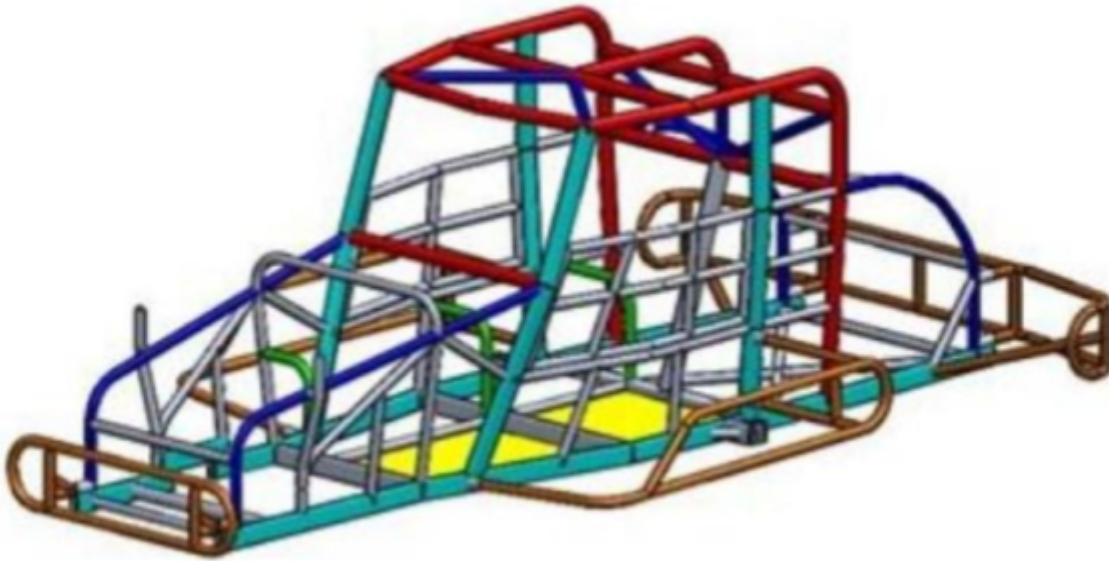

Figure 2 Châssis coupé
20.2. Châssis coupé / FIGURE 2